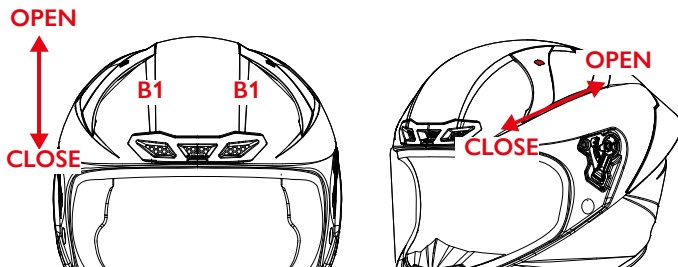

FIGURE 5
ENTRÉE D'AIR FRONTALE — B1 — Figure 5
- Figure 5 : déplacer le curseur vers le haut pour ouvrir les prises d'air / Déplacer le curseur vers le bas pour fermer les prises d'air.